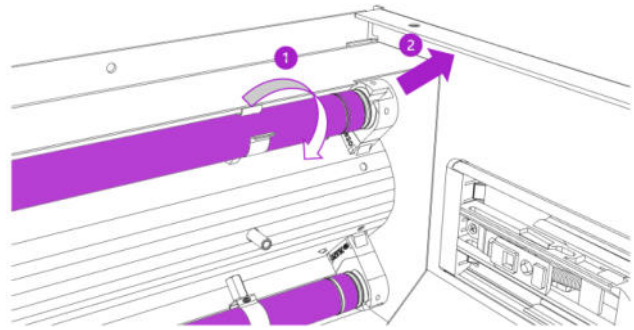

Abb. 17
- Leuchtmittel wie in Abb. 17 um 90° in Pfeilrichtung (1) drehen bis ein Klick-Geräusch zu hören ist. Leuchtmittel in Pfeilrichtung (2) herausnehmen. Leuchtmittel entsorgen (siehe 7, Seite 30)